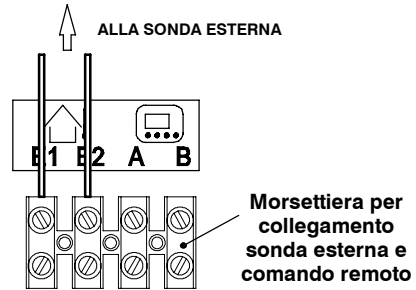

fig. 5.17
- Collegare ai morsetti **E1** e **E2** della morsettiere i due conduttori elettrici come indicato in fig. 5.17